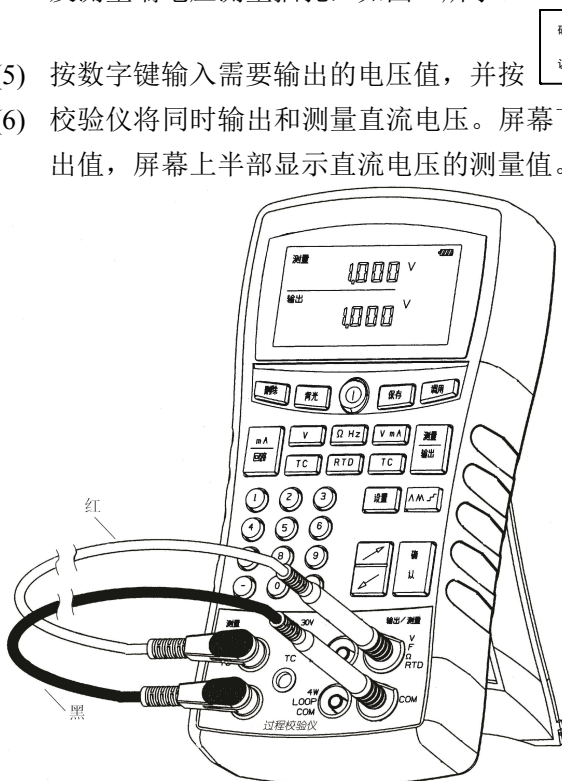

图 1 输出/测量电压测试
- (1) 按  打开校验仪电源。
- (2) 设置测量端的测量信号类型，按  直至屏幕上方显示“V”测量。
- (3) 按  选择输出模式，然后按  直至屏幕下方显示“V”输出。
- (4) 根据闪光插孔提示，使用校验仪表笔连接输出/测量端电压输出插孔及测量端电压测量插孔，如图 1 所示。
- (5) 按数字键输入需要输出的电压值，并按 。
- (6) 校验仪将同时输出和测量直流电压。屏幕下半部显示直流电压的输出值，屏幕上半部显示直流电压的测量值。